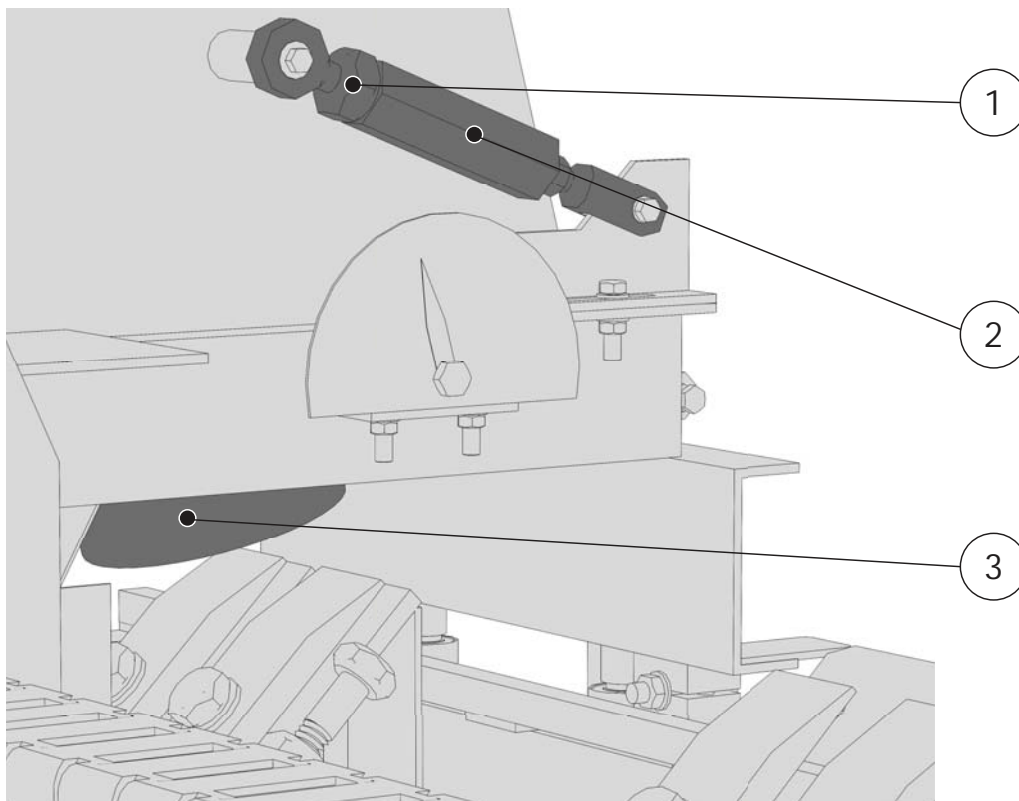

Рис. 17. Установка угла заточки.
2. Ослабить фиксатор положения шлифовальной головки (1) и, вращая регулировочный винт (2), установить требуемый угол наклона рабочей плоскости абразивного круга (3) (Рис. 17).